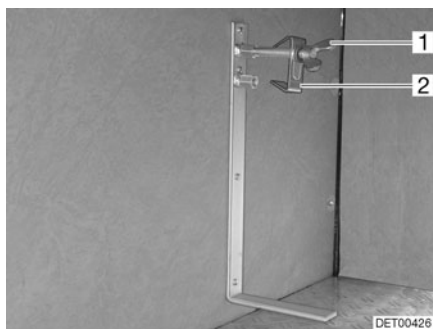

Fig. 182 Soporte para rueda de repuesto
- Soltar el tornillo (Fig. 182,1) y quitarlo junto con el centrador (Fig. 182,2).